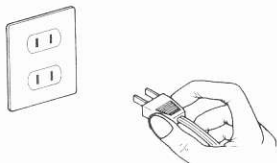

Fig. 1
- 1) Be sure to pull the plug, not the cord. (Fig. 1)
- 1) Para desenchufar, asegurarse de tirar del enchufe y no del cordón (Fig. 1)
- 1) Tirer toujours sur la prise et non sur le câble. (Fig. 1)